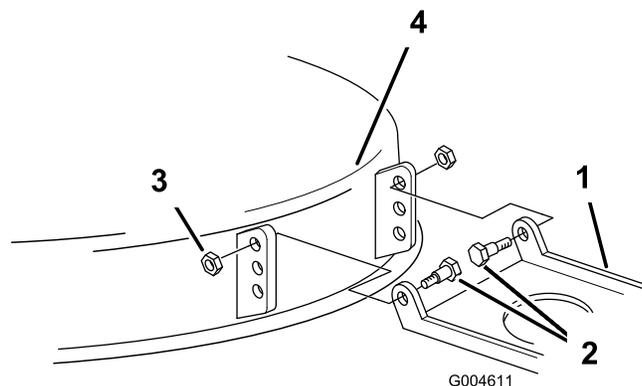

Figure 46
18. S'il est impossible d'obtenir l'inclinaison avant de 6 à 16 mm en tournant l'écrou de réglage, déplacez le support de pivot sur le plateau de coupe (Figure 46).
19. Enlevez les boulons à épaulement et les contre-écrous du plateau de coupe (Figure 46).
20. Descendez le pivot du plateau d'un trou et remettez les boulons à épaulement et les contre-écrous (Figure 46).